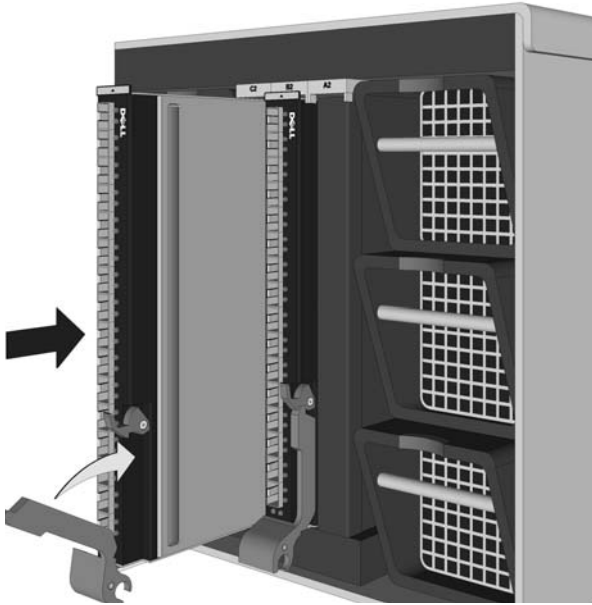

Abbildung 1-2. Installation des Pass-Through-Moduls
- 5 Drehen Sie den Verriegelungsarm nach oben, bis er an der Vorderseite anliegt und die Spitze des Arms in der Verriegelung einrastet, siehe Abbildung 1-2, Pass-Through-Module installieren.